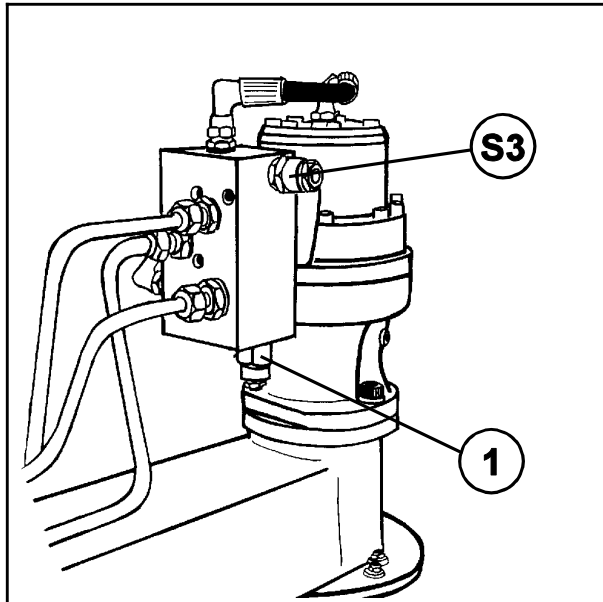

Bild 13-2
- b) **Sicherheitsventil an der Plusseite. (S4, Abb.13-2).**